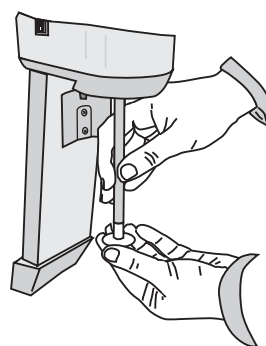

Fig. 17
La primera vez que se utiliza: enjuagar con agua corriente todos los elementos de contacto con los alimentos: el agitador y el contenedor (para desmontar los componentes véase Fig. 17).
- 9 Para cambiar el agitador, sujetar con una mano el eje del motor y con la otra desenroscar el agitador (Fig. 17).